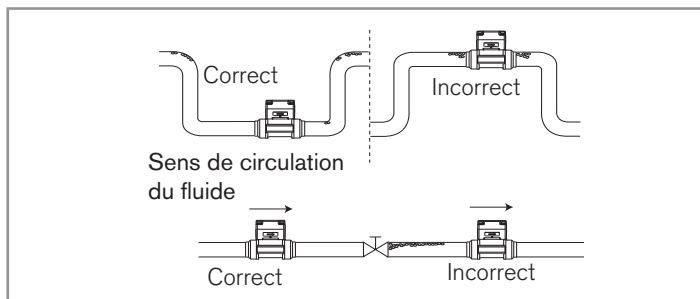

Fig. 6 : Bulles d'air dans la canalisation
- Eviter la formation de bulles d'air dans la conduite, au niveau de l'appareil (Fig. 6).